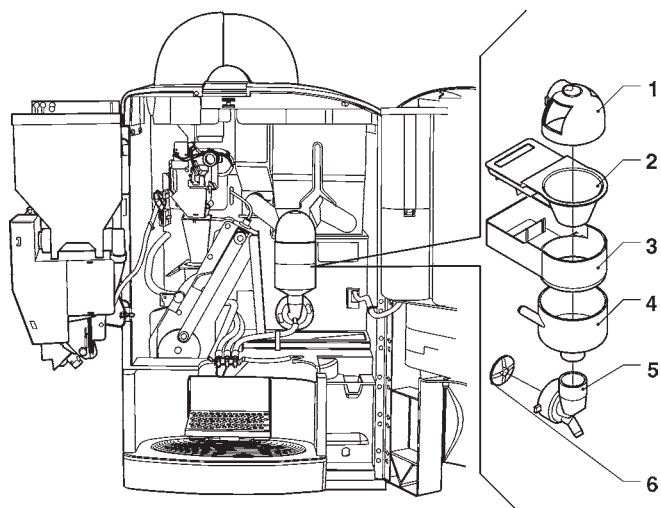

Fig. 24
- remover (ver Fig. 24) de los mezcladores los embudos de los polvos y los del agua, los conductos, los cajones de los polvos y las ruedas de paletas de las motobatidoras;